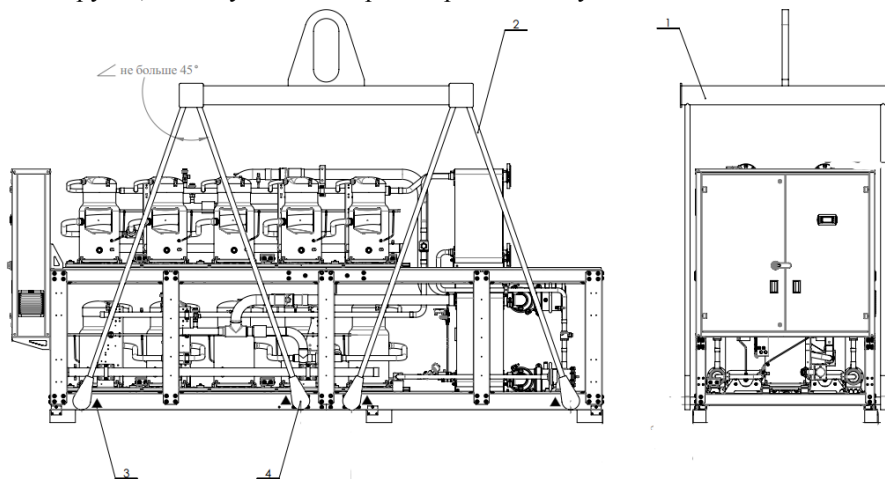

Рисунок 5.1 Схема строповки.
ВНИМАНИЕ! Рисунок 5.1 носит ознакомительных характер. Схемы строповки чиллеров см. «Руководство по монтажу и эксплуатации. Глава 1.»
5.3. Подъем чиллера краном осуществляется на тросах (стропях) (**Рис.5.1** поз. 2) посредством вспомогательных труб (балок) (поз. 4) вставленных в штатные отверстия основания чиллера и траверс (поз. 1).